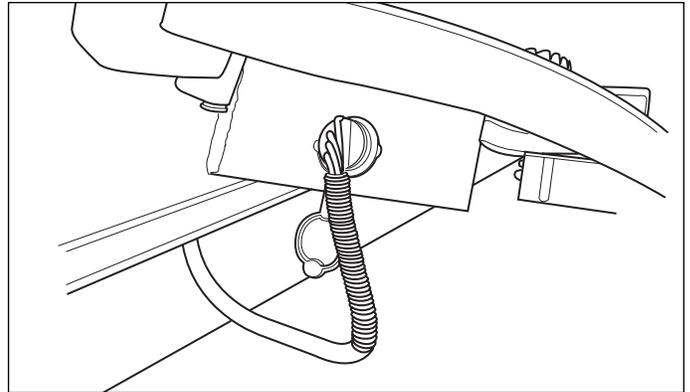

Figure 8. Branchement électrique de la tondeuse
2. Brancher le câble d'alimentation électrique (figure 8).